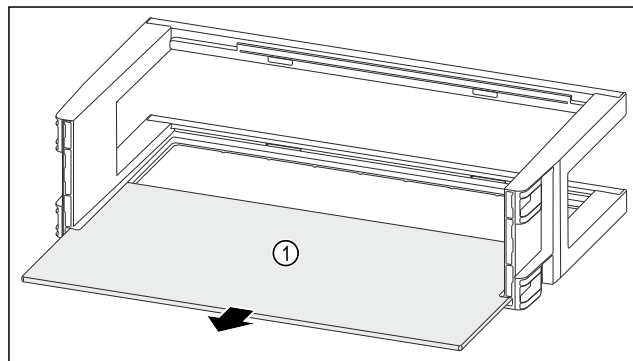

Fig. 130
- Rimuovere il ripiano Fig. 130 (1).